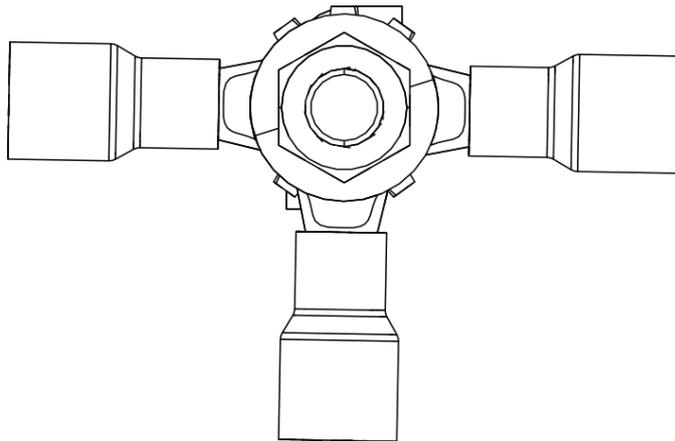

Рис. 112 Эквипотенциальный провод
4. Прикрепить свободные концы эквипотенциального провода для источника питания и регулятора к винту с молотообразной головкой (набор винтов **34053801150**) в следующем порядке (рис. 112):